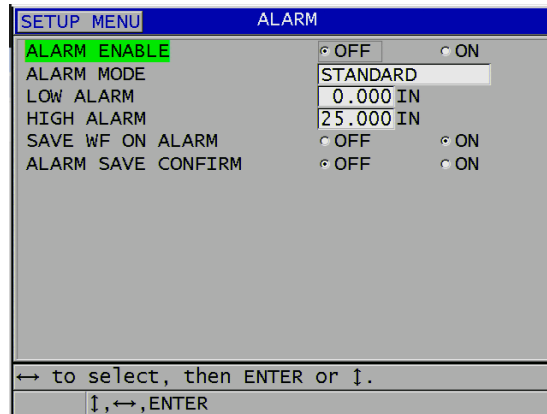

Figura 8-7 Configurar o alarme padrão
3. Na tela **ALARM** (ALARME) (consulte Figura 8-7 na página 146):